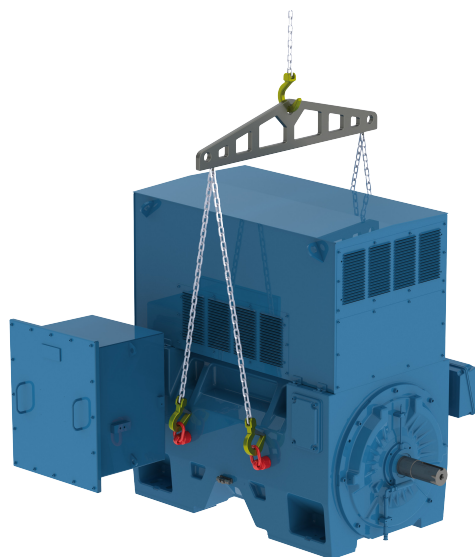

Figura 4.6: Uso de barra separadora en la elevación de motores W60
- Para motores W60, conforme Figura 4.6 de la página 92, es necesaria la utilización de una barra separadora, para mantener el elemento de elevación (corriente, cable, etc.) en el eje vertical y así también evitar daños a la superficie del motor.